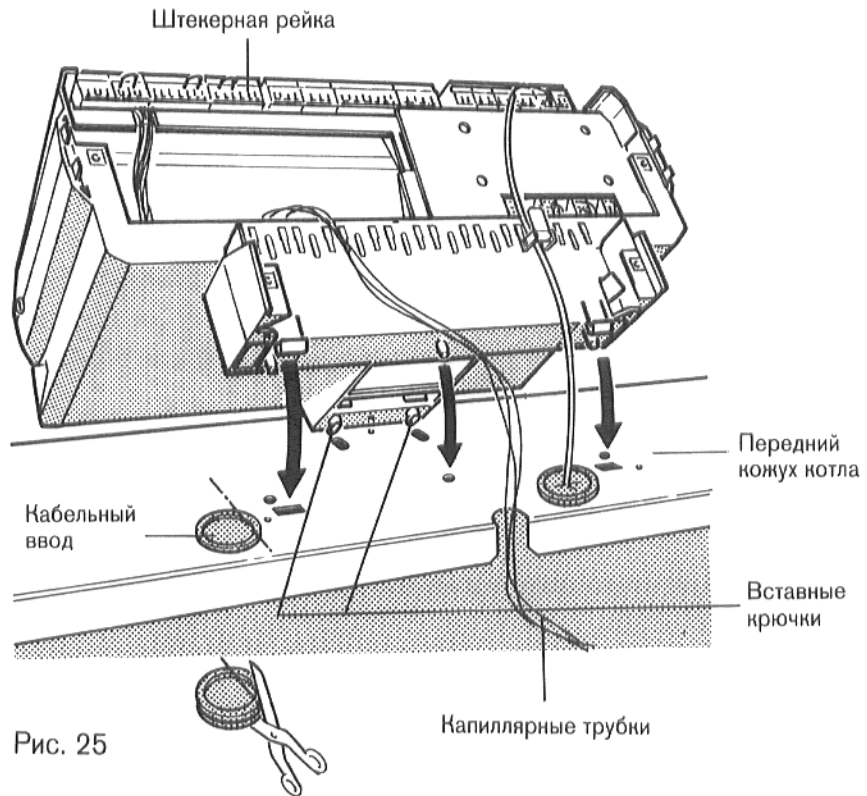
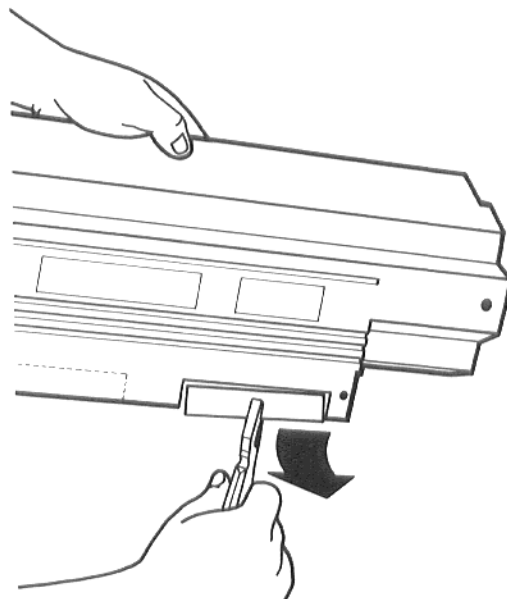

Рис. 25
Рис. 28
- Насадить регулятор на передний кожух котла так, чтобы вставные крючки (рис. 25) на нижней части регулятора вошли в овальные отверстия переднего кожуха котла.
- Тянуть регулятор в направлении вперед и давить его при этом вниз, до тех пор, пока эластичные крючки не войдут в задние четырехугольные отверстия переднего кожуха котла (рис. 25).
- Проложить капиллярные трубки датчиков температуры в отверстие в переднем кожухе котла (рис. 25).
Если не все присоединительные провода проходят через кабельный ввод в переднем кожухе котла (рис. 25), то необходимо выломать предусмотренные для этого места в задней стенке кабельного ввода (у HS 3220) и защитного кожуха зажимов (у HS 332..) (рис. 28). В этом случае присоединительные провода прокладываются сзади в регулятор.
Снять нижнюю заднюю жест в направлении назад, приподняв ее слегка (рис. 28).
Снять крышки отверстий для очистки слева и справа у заднего элемента (рис. 28).
Открыть крышку дымосборника и устранить нагар (рис. 28).